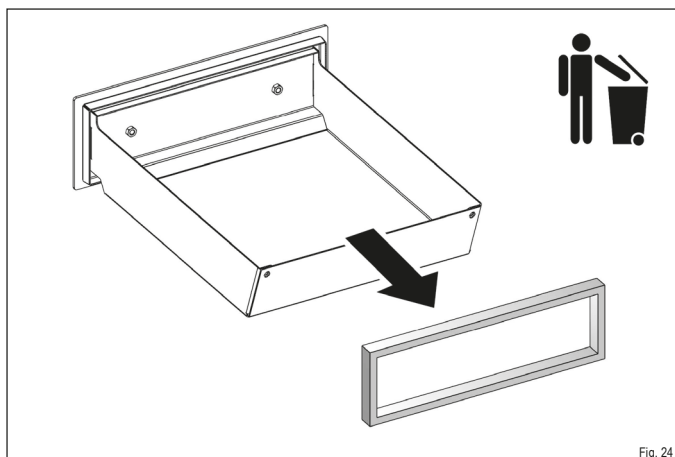

Fig. 24
- Retirez l'ancien joint du guide et jetez-le à la poubelle (Fig. 24).